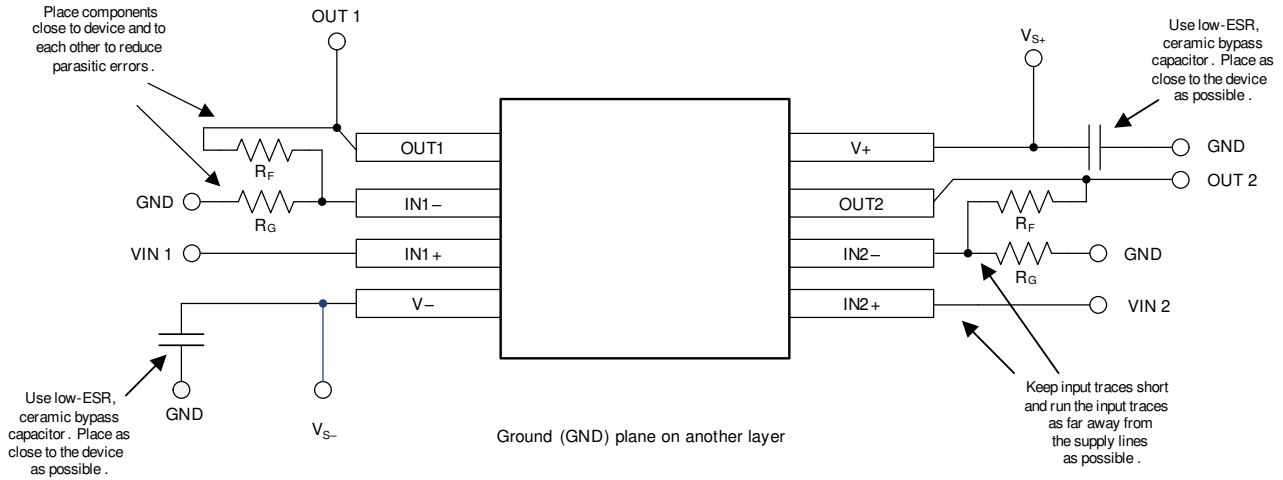

图 7-5. 布局示例
- 外部元件应尽量靠近器件放置。如图 7-5 所示，使 RF 和 RG 接近反相输入可最大限度地减小反相输入端的寄生电容。